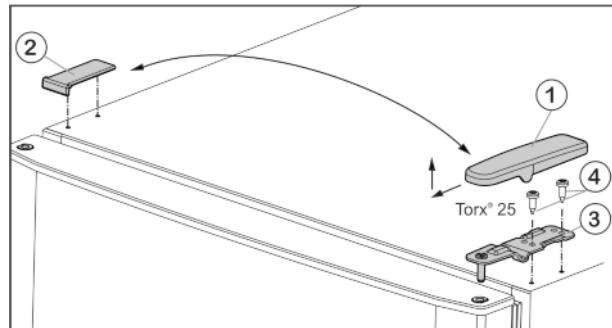

Fig. 5
- Потяните крышку Fig. 5 (1) вперед и вверх.
- Снимите крышку Fig. 5 (2).
- Открутите верхний опорный кронштейн Fig. 5 (3)(2 шт. Torx® 25) Fig. 5 (4) и поднимите вверх.
- ▶ Установите верхний опорный кронштейн Fig. 5 (3) на новой стороне шарнира и защелкните в дверце.
- ▶ Привинтите верхний опорный кронштейн (с моментом 4 Нм)(2 шт. Torx® 25) Fig. 5 (4). При необходимости используйте аккумуляторный шуруповерт.
- ▶ Наденьте и защелкните крышку Fig. 5 (1) на противоположной стороне снаружи.
- ▶ Также наденьте сверху и защелкните крышку Fig. 5 (2) на противоположной стороне.